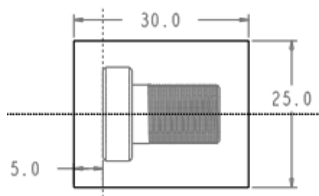

图 24.3 截面草图
(1) 选择命令。单击 **模具** 功能选项卡 **形状** 区域中的  **拉伸** 按钮。
(2) 创建实体拉伸特征。
① 定义草绘截面放置属性。在绘图区中右击，从系统弹出的快捷菜单中选择 **定义内部草绘...** 命令。选择 **MOLD_RIGHT** 基准平面作为草绘平面，草绘平面的参考平面为 **MAIN_PARTING_PLN** 基准平面，方位为 **上**，单击 **草绘** 按钮，至此系统进入截面草绘环境。
② 绘制截面草图。进入截面草绘环境后，选取 **MOLD_FRONT** 基准平面和 **MAIN_PARTING_PLN** 基准平面为草绘参考，截面草图如图 24.3 所示；单击“草绘”操控板中的“确定”按钮 。